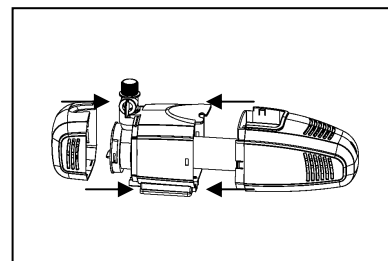

Fig. 16
10. Vuelva a montar todos los componentes. Fig. 16